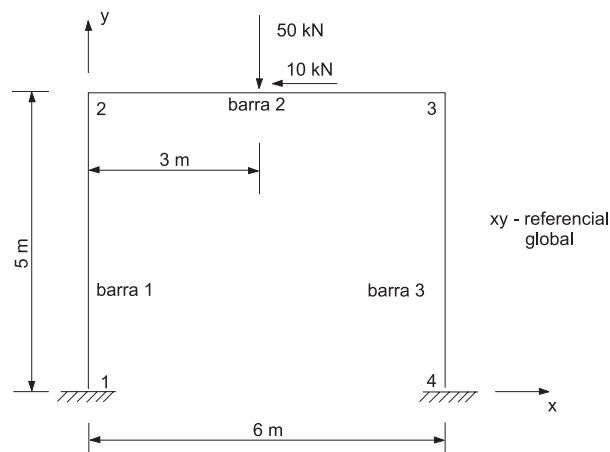

Figura 2
- elaborou a modelagem em pórtico plano com 4 pontos nodais e 3 barras, para a verificação de dimensionamento de flexão desta viga (vide Figura 2);